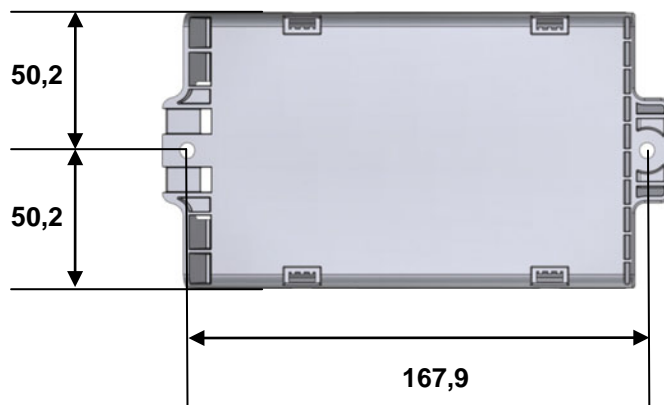
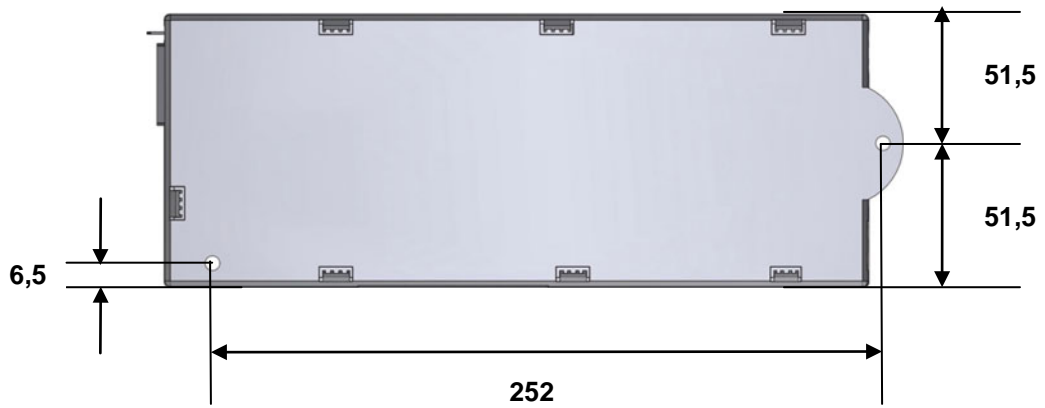

Abbildung 24 Montagemaße: Steuerung SMART (Angaben in mm)
Abbildung 26 Montagemaße: Steuerung COMPACT (Angaben in mm)
- 1 Zeichnen Sie die Bohrlöcher an. Die Bohrmaße finden Sie in Abbildung 24 (Steuerung SMART) bzw. Abbildung 26 (Steuerung COMPACT).